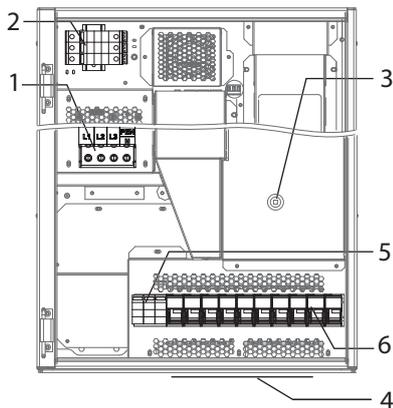
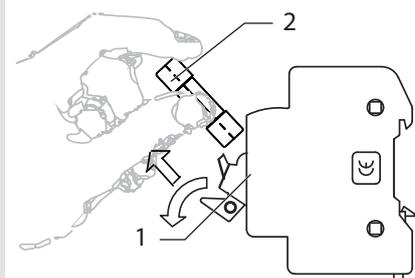

Bild 25: blueplanet 50.0 TL3 XL -Version
Bild 31: DC-Sicherung einlegen
1. Einzelne DC-Sicherungshalter nacheinander öffnen (Bild 25 auf Seite 21 und Bild 31).